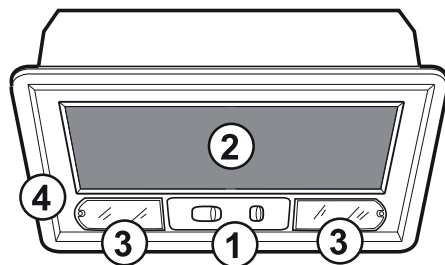
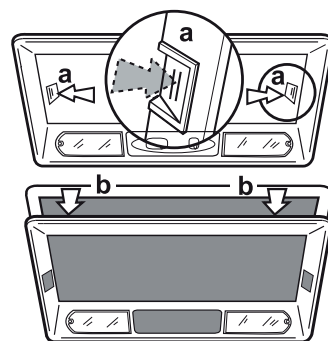

Fig. 1
Fig. 2
2. Enlever le filtre à graisse sale en tirant en premier sur la poignée vers l'arrière et ensuite vers le bas (**Fig. 1**).
2. Enlever le filtre à graisse (**Fig. 1**) et l'enceinte du filtre à graisse (**Fig. 2** - séquence a et b).